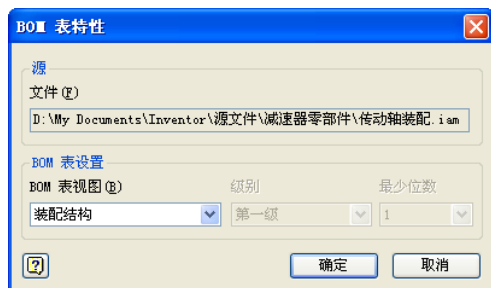

图 12-58 “BOM 表特性”对话框
① 手动创建零件编号。如果要手动为每一个零部件分别创建编号, 选单击【标注】标签栏【表格】面板上的【引出序号】工具按钮^①, 在视图选择一个零件, 注意当鼠标指针移动到某个零件上方的时候, 零件的轮廓线以红色亮显, 单击即可选中该零件, 此时打开“BOM 表特性”对话框, 如图 12-58 所示。